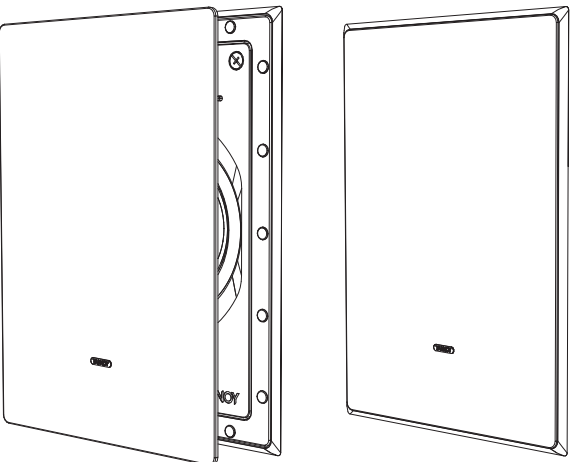

Fig. 15. Installing the Grille
1. Pressa in gallret i ramen, där det hålls på plats med magneter (fig. 15).